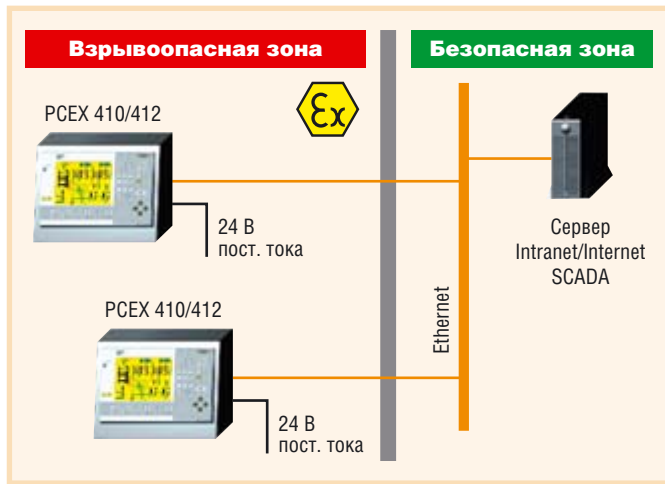

Рис. 23. Подключение ПК VISUEX к серверу SCADA-системы
- размещение клиентского приложения SCADA на PCEX 410/412 (рис. 23);
- построение браузера на PCEX 410/412 (рис. 23);
- подключение к серверу через Ethernet (рис. 23);